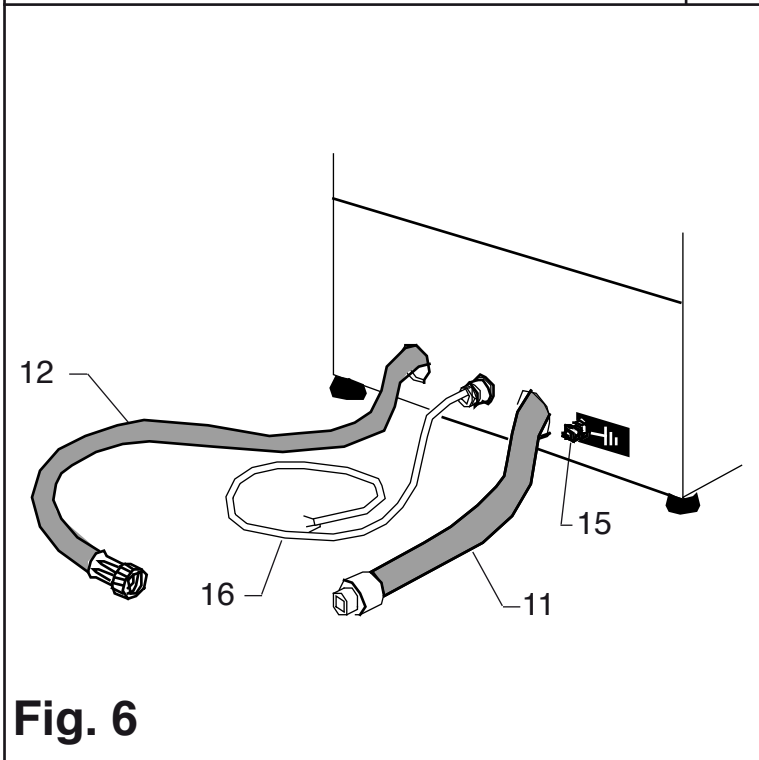

Fig. 6
3.1 INSTALACION (Fig. 6)
- Coloque la máquina en el lugar definitivo y consiga un buen asiento de la máquina mediante las patas regulables (10).
3.1 a Conexión de la manguera de desagüe (Fig. 6)
- Conectar la manguera de desagüe (11) a la pileta del rebosadero y la otra extremidad a un tubo de desagüe predispuesto.
3.1.b Conexión hídrica (Fig. 6)
- Conectar la manguera de entrada del agua (12) a la electroválvula y la otra extremidad de la manguera (12) a un grifo roscado 3/4" G. poniendo en medio el filtro(13) .